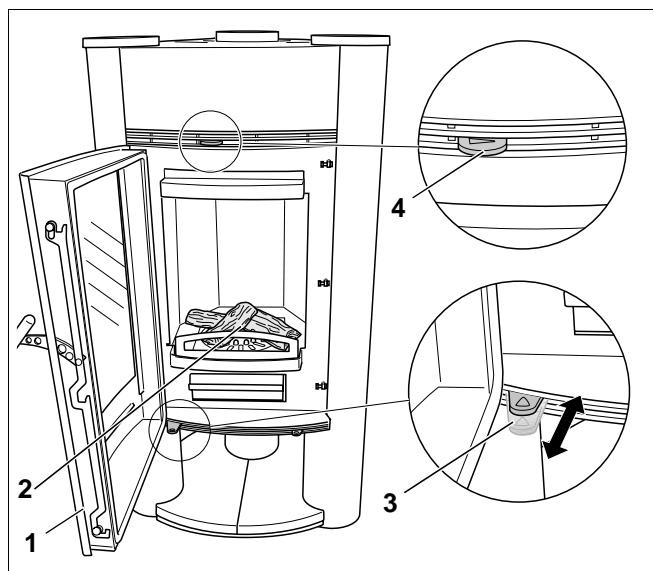

Abb. 18 Feuerraum mit Holzscheiten
- Legen Sie zwei bis drei Holzscheite sowie Kleinholz und Papier oder im Handel erhältliche Zündhilfen auf den Feuerraumboden (Abb. 18, **Pos. 2**).
- Schließen Sie die Feuerraumtür (Abb. 18, **Pos. 1**).
- Lassen Sie die Sekundärluftzufuhr (Abb. 18, **Pos. 4**) geöffnet und regulieren Sie die Primärluftzufuhr (Abb. 18, **Pos. 3**) nach Bedarf.